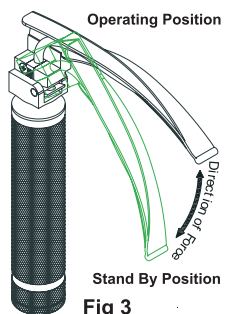

Fig 3
2. Împingeți în sus, pentru a aduce lama pe poziția de funcționare, conform indicațiilor din Fig. 3.
3. Pentru a aduce lama pe poziția de stand-by, împingeți în jos, conform indicațiilor din Fig. 3.